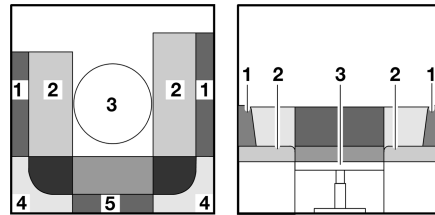

Bild 70 Während des Umbaus
- Die Rückenpolster (Bild 70,1, 4 und 5) abnehmen.
- Das Zusatzpolster (Bild 71,6) zwischen die Sitzpolster (Bild 71,2) auf den Tisch (Bild 70,3) legen.